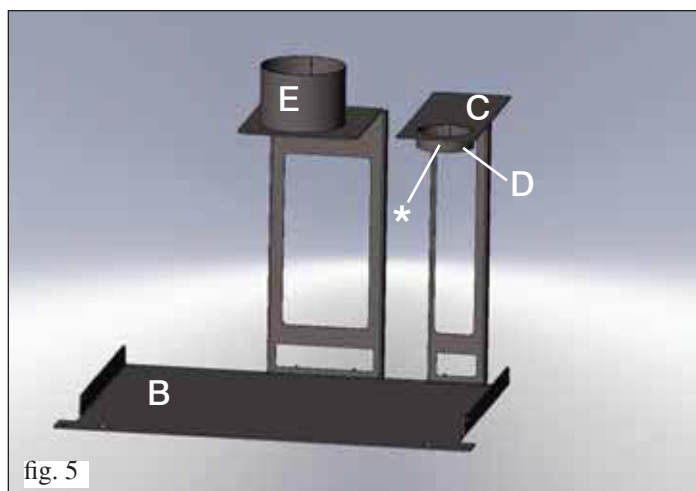

fig. 5
- Couper le tuyau à la bonne mesure et enfiler l'embout de ce tuyau au collier de l'étrier de centrage (E fig. 3 ci-contre et fig. 5 à la page 49) et le fixer au moyen des colliers fournis.
Assembler le kit de facilitation comme sur la figure 5.
• Enfiler le conduit de cheminée sur le collier de l'étrier (**C**) en l'appuyant sur la vis appropriée (*) (fig. 5).
• Enfiler le tuyau de chargement des pellets sur le collier de l'étrier (**E** fig. 5 ci-contre et fig. 3 à la page 47) en le fixant avec le collier fourni.